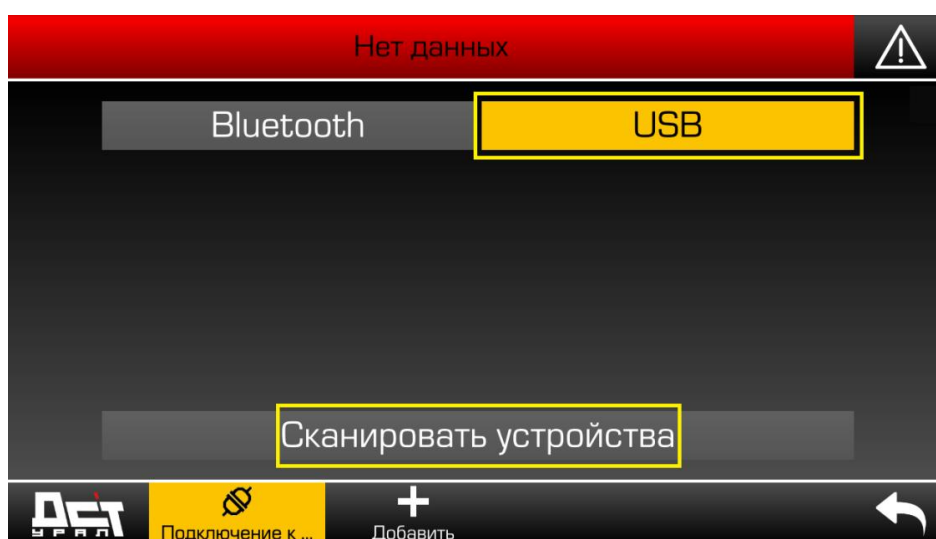

Рисунок 3.13. Сканирование устройств
- ▶ Откройте страницу «Подключение к машине» и выберите интерфейс USB (см. рис. 3.13);